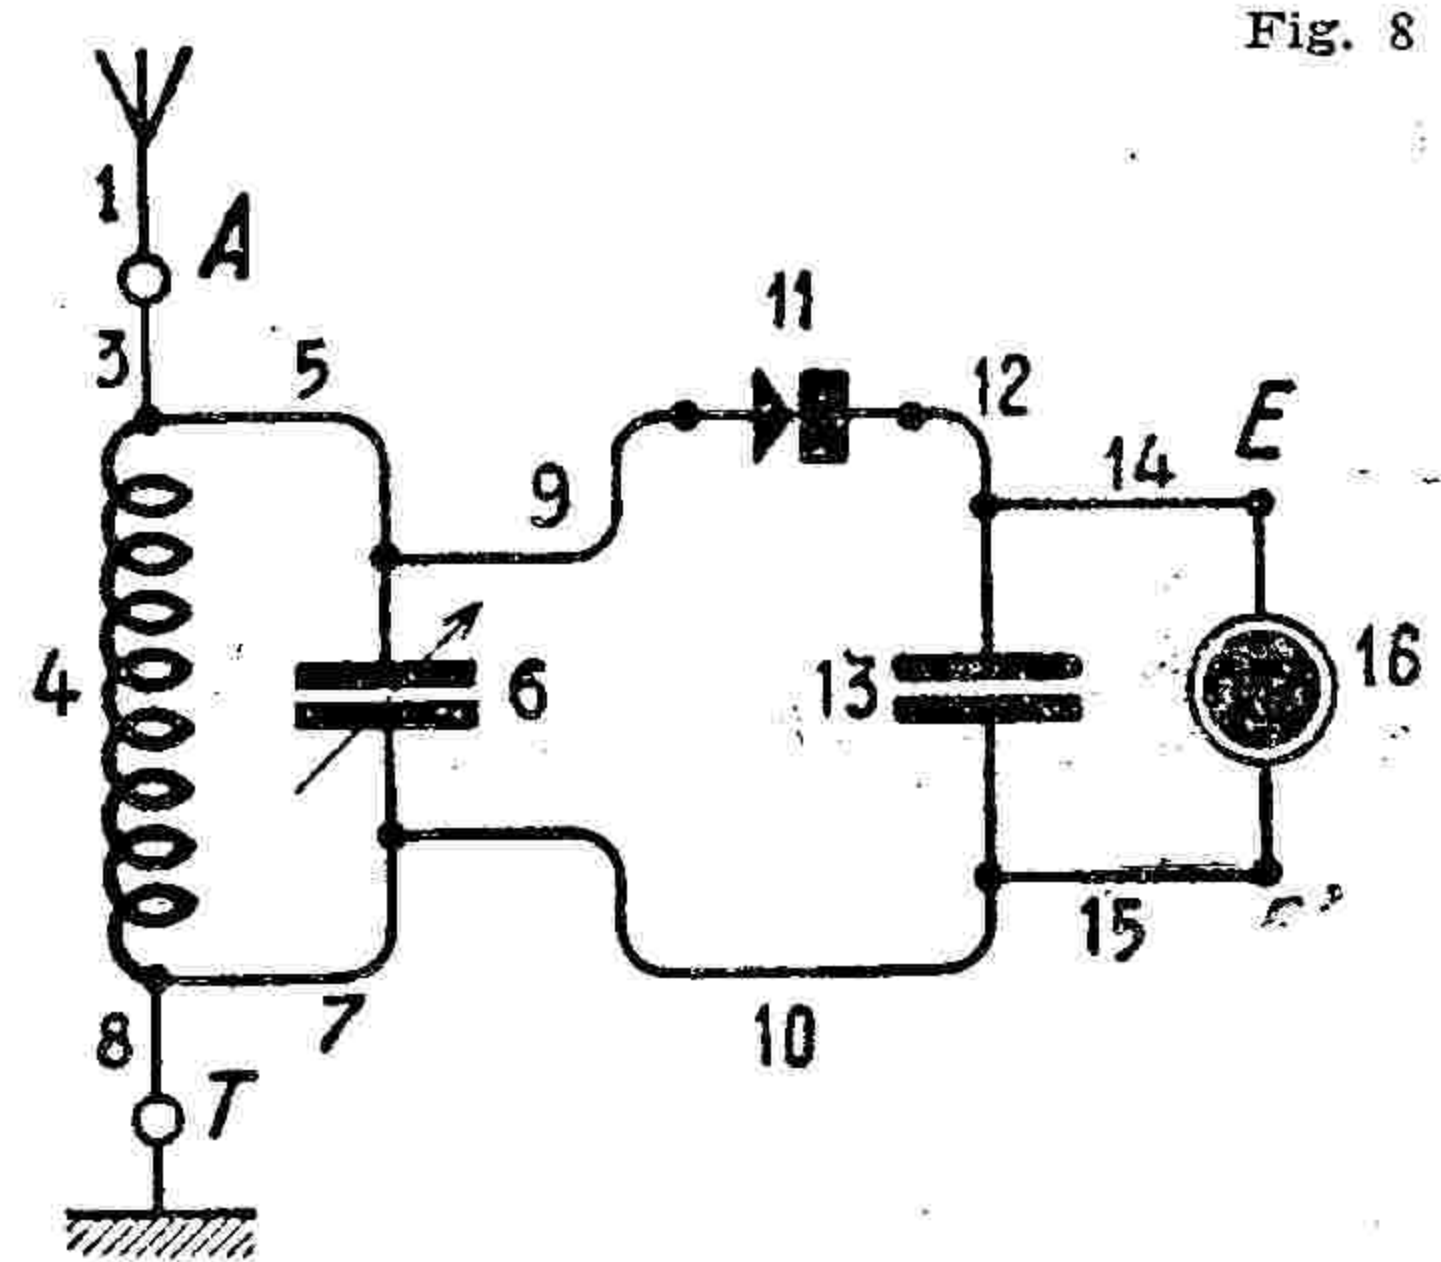

Fig. 8
derne, il y a un schéma principal (fig. 8) duquel tous les autres, que nous donnerons plus loin, dérivent.
En examinant la figure 8, nous reconnaissons les symboles de tous les accessoires que nous avons mentionnés dans le premier chapitre. Nous trouvons ainsi :
**Fonctionnement du poste de la figure 8.**
**Perfectionnements du schéma fig. 8.**
Il se peut, dans certaines circonstances, que le montage de la fig. 8 ne donne pas entière satisfaction au point de vue de la sélectivité, c'est-à-dire de la séparation des émissions entre elles.